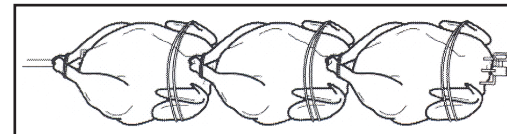

Fig. 13
**Trois Poulets Sur Une Broche (Fig. 13)**